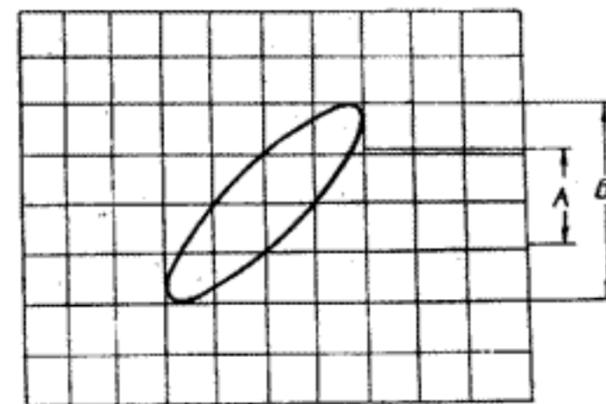

Рис. 9. Измерение разности фаз (X-Y)
- измерьте расстояния А и Б, как показано на рис. 9. Расстояние Б — максимальное отклонение по вертикали;